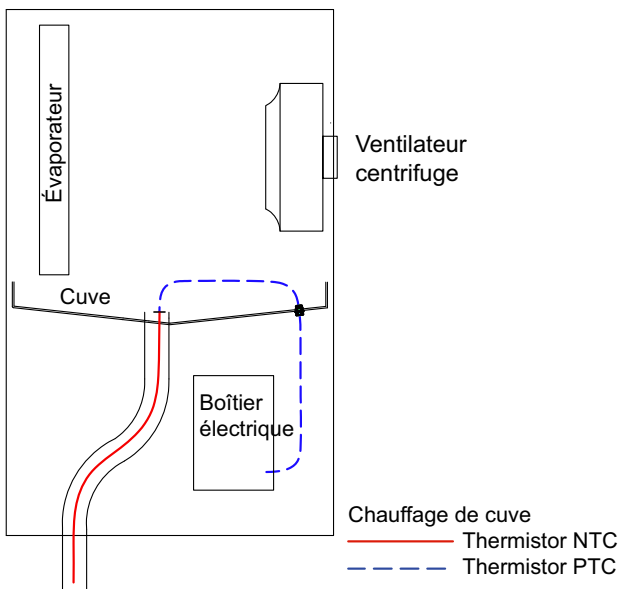

Fig. 1.9:
- 2) Installez le chauffage de l'écoulement des condensats fourni (voir Fig. 1.9 à la page 3)